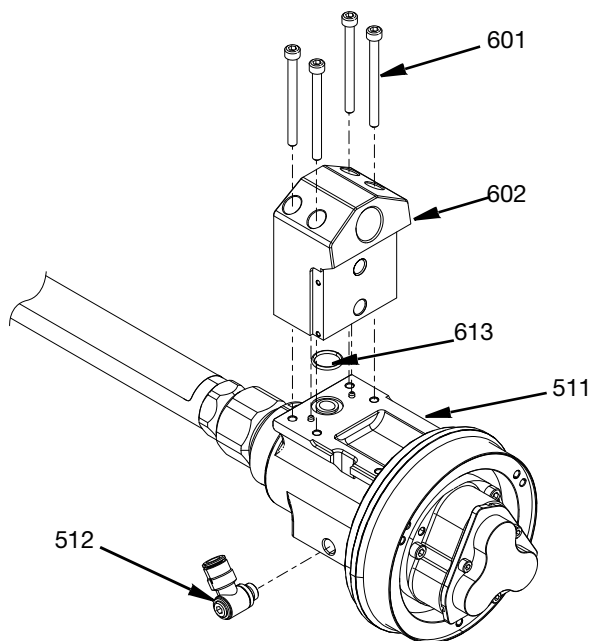

FIG. 35
1. Applicare uno strato sottile di grasso al litio sull'O-ring (613) e posizionarlo sull'alloggiamento girevole (511). Individuare l'adattatore a ingresso singolo in acciaio inossidabile (602) sui perni di riferimento e posizionarlo sull'alloggiamento girevole (511). Applicare antigrippaggio alle quattro viti M5 SHCS (601) e serrare a 6,5 N•m (57,5 in-lb).
2. Applicare uno strato sottile di grasso al litio sulla tenuta sul raccordo a gomito BSPP da 1/8 in (512). Vedere FIG. 35.